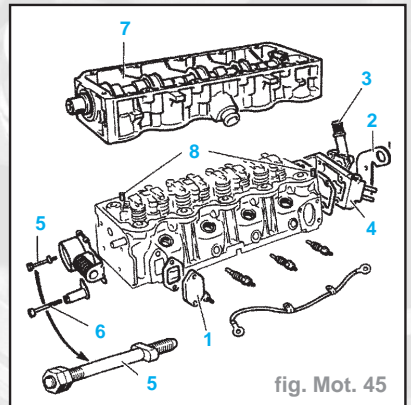
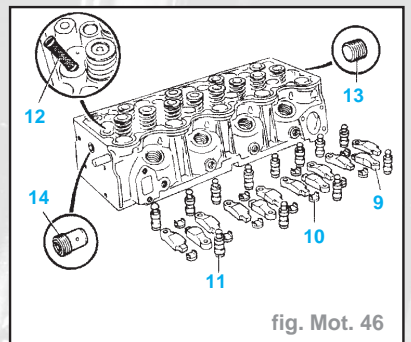

fig. Mot. 45
fig. Mot. 46
- Déposer (fig. Mot. 45) :
- la plaque de fermeture (1) et son joint,
- l'anneau de levage (2),
- la plaque embout (3),
- le réchauffeur de gazole (4) et son joint.
- le goujon épaulé (5), en utilisant un écrou et un contre-écrou (fig. Mot. 45),
- la vis (6),
- le porte-arbre à cames (7), il est positionné sur la culasse par des goupilles cylindriques longues (8).
- Déposer, en repérant leur position (fig. Mot. 46) :
- les linguets (9),
- les guides linguets (10),
- les rotules hydrauliques (11),
- le filtre (12),
- le bouchon (13) du canal d'huile côté réchauffeur gazole,
- le clapet du canal d'huile (14).